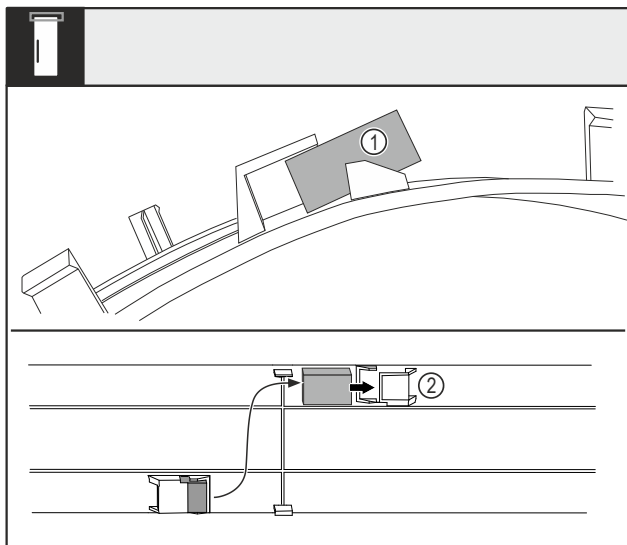

Fig. 6
- Piegarla la copertura ed estrarre il magnete della porta Fig. 6 (1) dal nido.
- Infilare il magnete della porta nell'altro nido Fig. 6 (2).